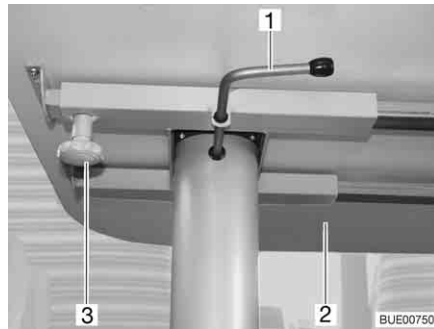

Fig. 80 Table à hauteur réglable, coulissante
- Desserrer la vis moletée (Fig. 80,3).
- Déplacer le plateau (Fig. 80,2) dans la position désirée.
- Faire basculer le levier de verrouillage (Fig. 80,1) vers la gauche. Le verrouillage du mécanisme de réglage de la hauteur est ouvert.
- Appuyer le plateau de table (Fig. 80,2) au milieu vers le bas jusqu'à la butée et le maintenir appuyé.
- Faire basculer le levier de verrouillage (Fig. 80,1) vers la droite (Fig. 80). Le mécanisme de réglage de la hauteur est verrouillé.
- Faire basculer le levier de verrouillage (Fig. 80,1) vers la gauche. Le verrouillage du mécanisme de réglage de la hauteur est ouvert. Le plateau de table s'élève jusqu'à la butée.
- Faire basculer le levier de verrouillage vers la droite (Fig. 80). Le mécanisme de réglage de la hauteur est verrouillé.